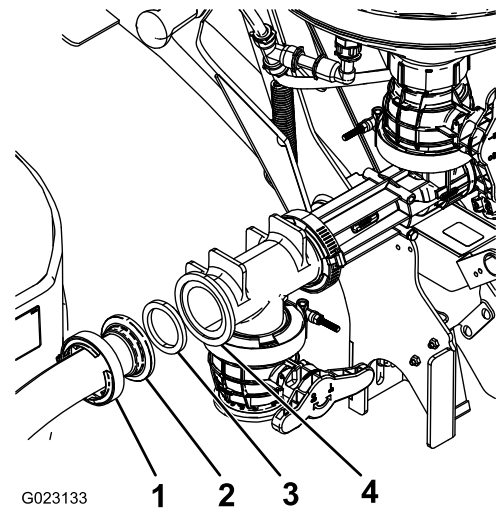

Figura 17
2. Conecte el otro extremo de la manguera al orificio del eyector que está orientado hacia adelante, con una junta y una abrazadera sin fin (Figura 17).